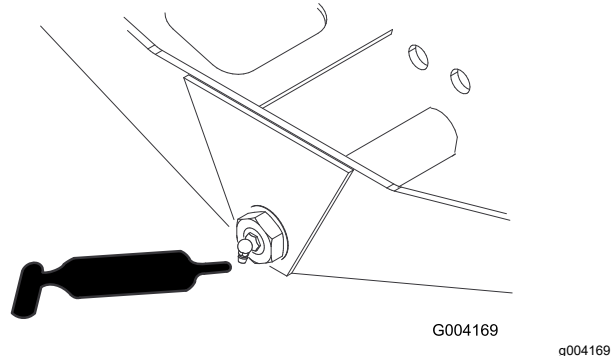

Figure 69
- Pivot de direction d'essieu (1) – Figure 69